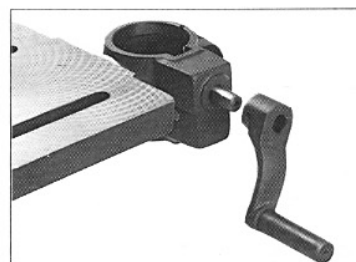

図2-2
- (2) ギアシャフトの凹部でネジが止まるように、外側から⑥テーブル上下用ハンドルを差し込み、⑨六角棒レンチ3mmで締めて下さい。図2-2